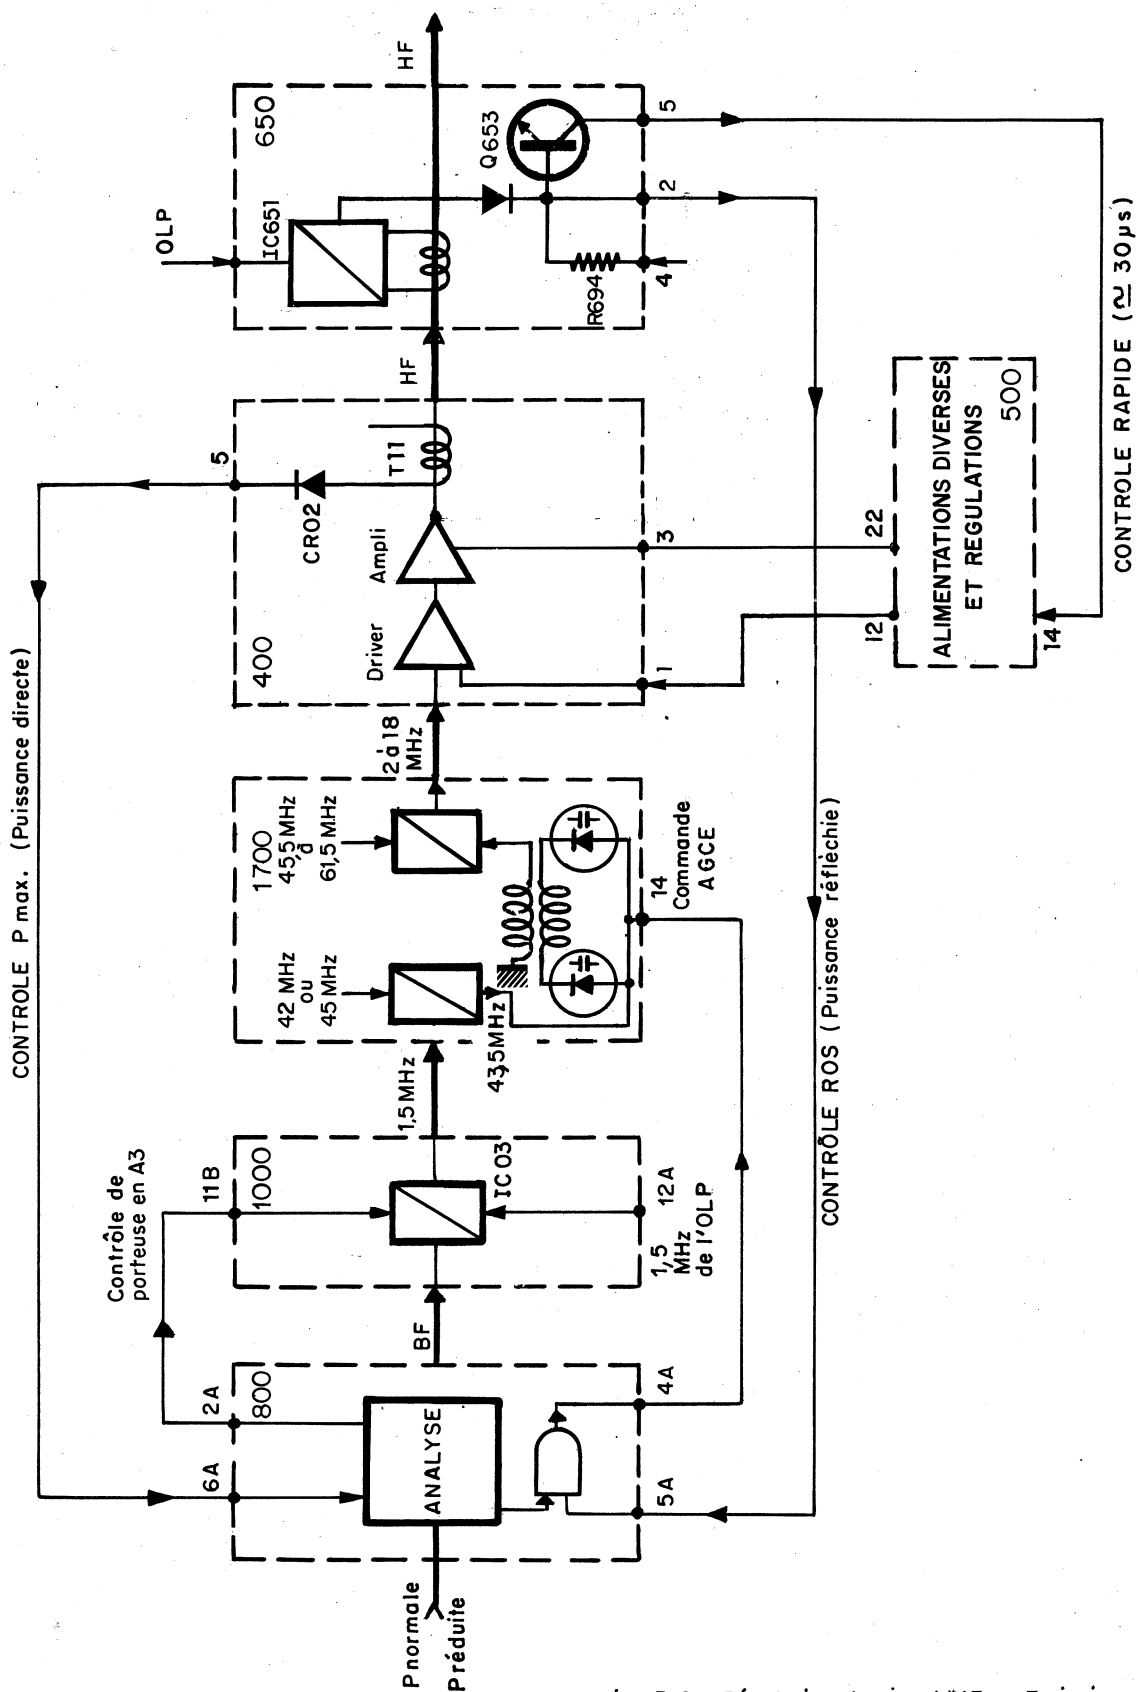

Fig. 3.9 - Régulation du signal HF en Emission
3.2.7 - Circuit de régulation du signal HF en émission (Fig. 3-9)